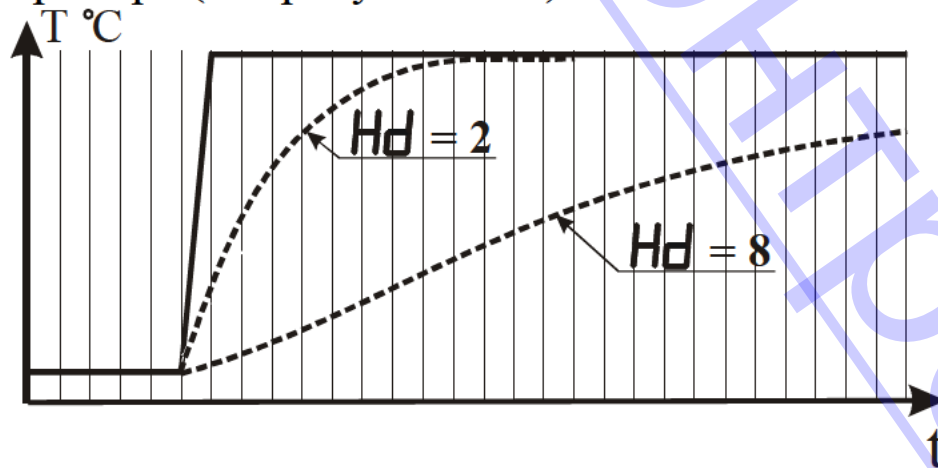

Рисунок 3.14 - Влияние параметра “Время усреднения” на показания прибора при различных значениях параметра N_d
3.3.3.8 Параметр “Время усреднения” указывают в количестве периодов опроса входного датчика ($N_{\text{опр.}}$). Этот параметр позволяет добиться более плавного изменения показаний прибора. Для этого производится вычисление среднего арифметического из последних ($N_{\text{опр.}}$) измерений. При значении параметра равном 0 интегратор выключен. Уменьшение значения времени усреднения приводит к более быстрой реакции прибора на скачкообразные изменения измеряемого параметра, но снижает помехозащищенность прибора (см. рисунок 3.14).